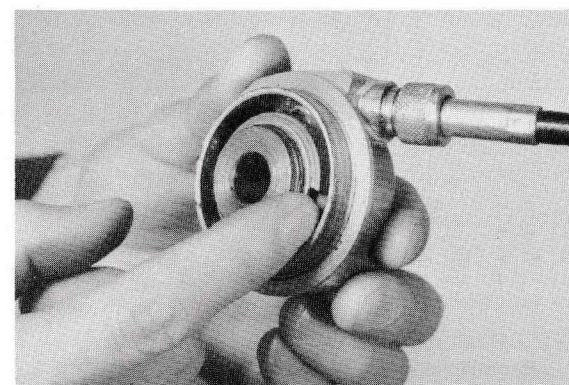

Fig. 3-3-9
- 1) Smörj mätarkopplingen och oljepackningen som sitter inuti i kugghjulsaggregatet (Se Fig. 3-3-9)
- 1) Meterkoblingen og olielåsen, der sidder i kuglelejeaggregatet, smøres. (Fig. 3-3-9)